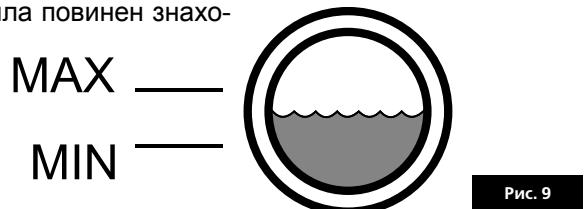

Рис. 9
Контроль кількості мастила здійснюється через оглядове вікно ⑥ (див. Рис. 1). Правильний рівень масла знаходиться між відмітками «MIN» і «MAX» (див. Рис. 9).